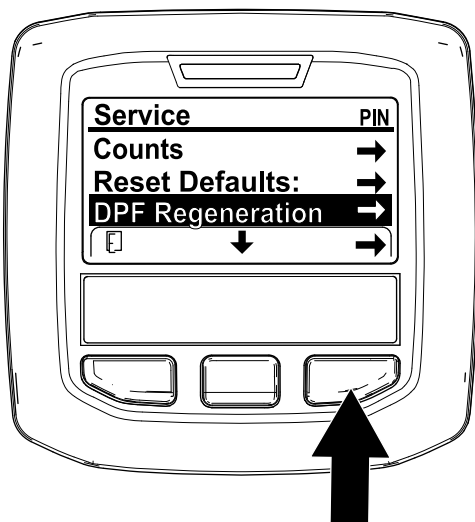

Bild 37
1. Navigieren Sie auf das Menü „Service“ und drücken Sie die mittlere Taste, um auf die Option DPF REGENERATION zu navigieren (Bild 37).
2. Drücken Sie die rechte Taste, um den Eintrag „DPF Regeneration“ auszuwählen (Bild 37).